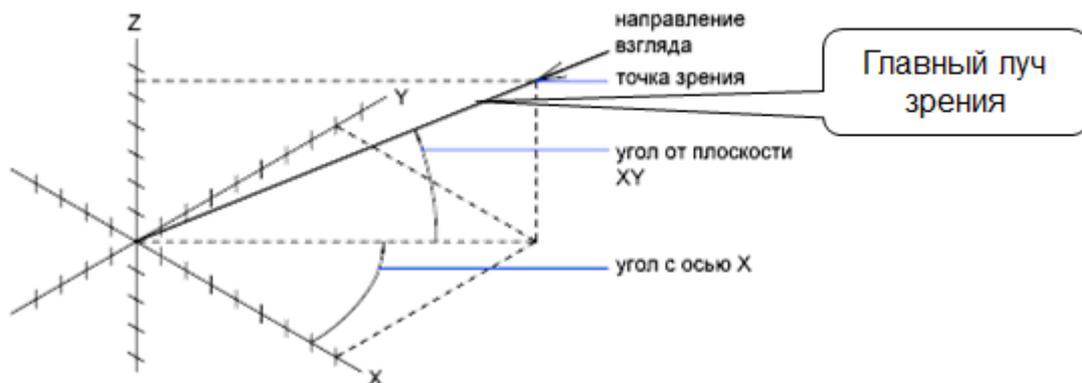

Рис.3.1. Параллельное проецирование.
- параллельное (точка зрения в бесконечности, проецирующие лучи взаимопараллельны, главный луч зрения ориентирован на точку начала координат  $(0,0,0)$  (рис. 3.1.);